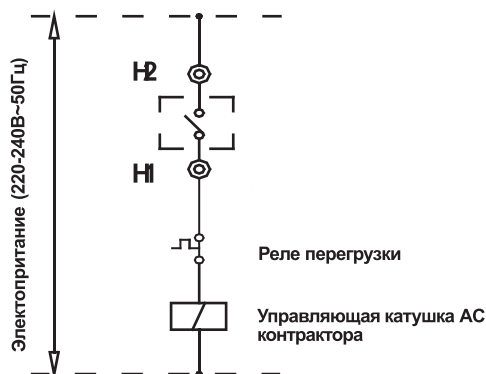

Рис.5-2
- Step 10. Провода управления контактора переменного тока вспомогательного электронагревателя должны быть подключены к соединительным клеммам H1 и H2 ведущего блока, как показано на Рис. 5-2.